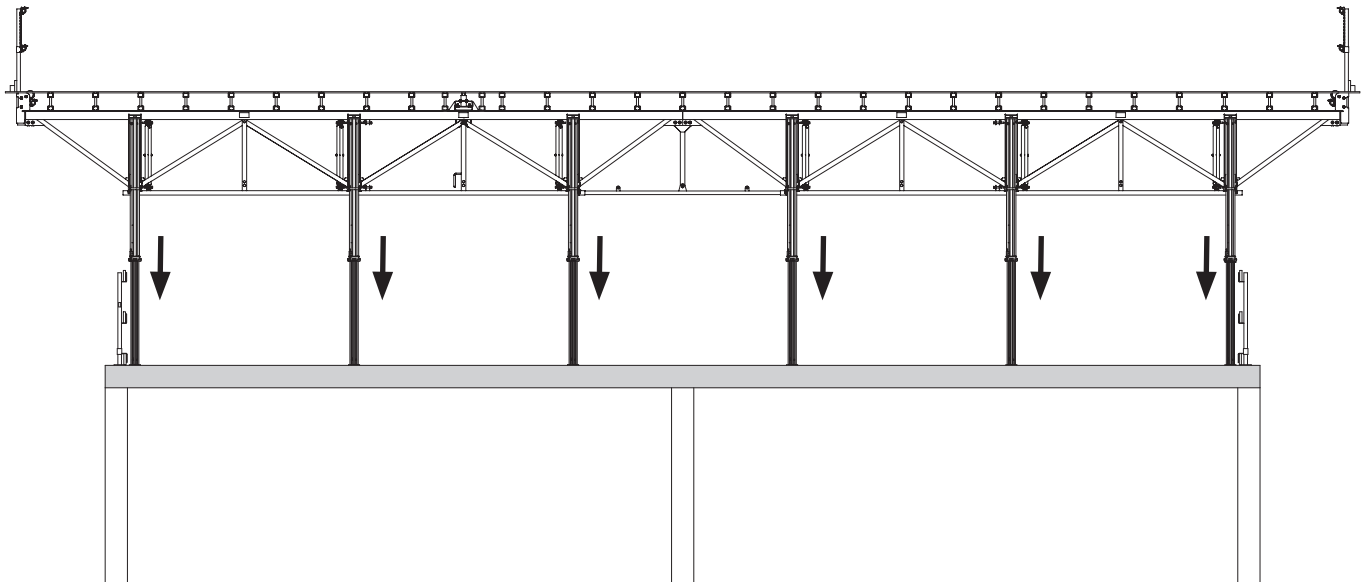

Fig. A6.23
6. Installez les autres tables de la même manière, montez les garde-corps bout à bout, fermez les zones de compensation et installez le coffrage d'about. (Fig. A6.23)